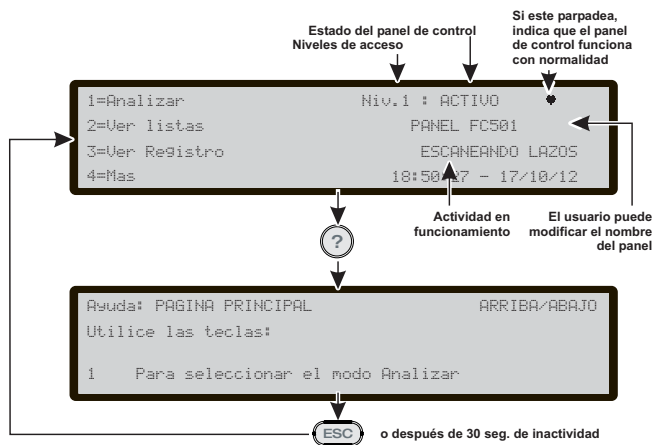

Figura 2 Ejemplo de la pantalla después de presionar la tecla Ayuda.
- El botón de Ayuda (?) para abrir las páginas de ayuda en la pantalla (vea el ejemplo de la Figura 2).